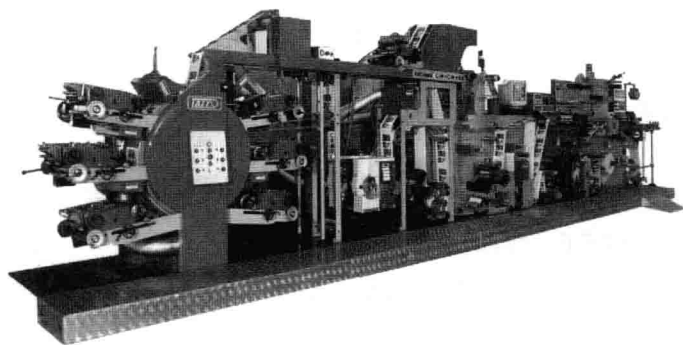

图 1-6 卫星式柔印机
④采用（CTP）制作柔版的技术，高光部分网点再现率可以有效提高，暗调部分网点层次清晰，阶调层次丰富，制作网线可达 200 线/英寸以上。但高光部分的层次感，还是不如平版胶印。
⑤柔印机（见图 1-6）机械性能结构简单、易操作、易维修，投资成本相对低。